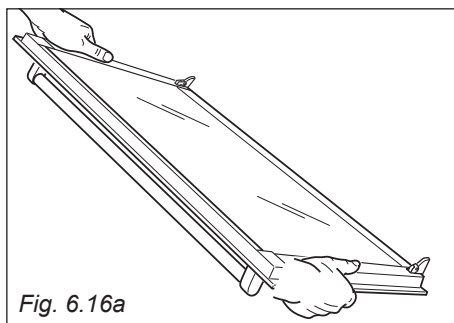

Fig. 6.16a
1. Saisir solidement la porte (fig. 6.16a).